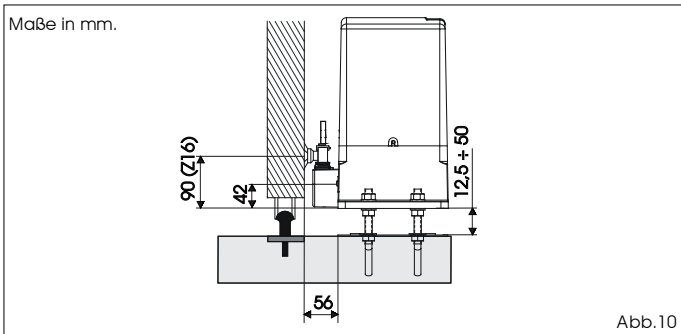

Abb.10
- 3- Die Höhe des Getriebemotors und den Abstand zum Tor unter Bezugnahme auf die Maße in Abb. 10 einstellen.